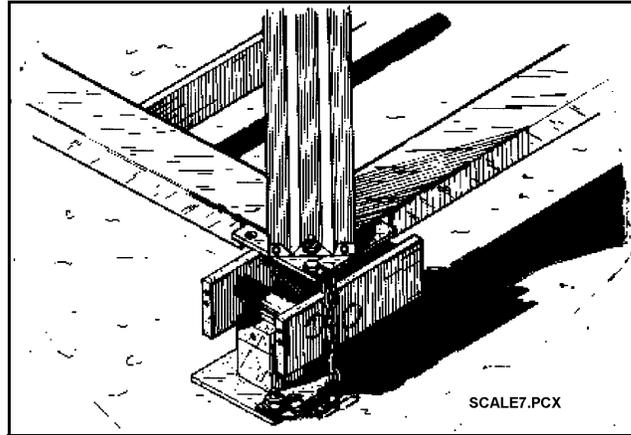

Figura 64.
2. Izar el silo y colocarlo encima de los soportes principales de la balanza. Usar las placas de anclaje de las patas provistas con el silo más una arandela gruesa de 5/8 pulg en cada pata para fijar el silo a los soportes principales. Enganchar la cadena de seguridad al soporte superior principal en cada pata. Ver la **Figura 64**.